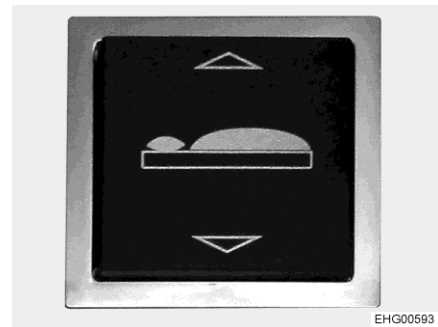

Fig. 113 Interruttore
L'interruttore per il sollevamento/abbassamento del letto (Fig. 113) è montato nella parete laterale del garage di coda.
*Sollevare il letto:* ■ Premere la metà superiore dell'interruttore (Fig. 113) (△).
*Abbassare il letto:* ■ Premere la metà inferiore dell'interruttore (Fig. 113) (▽).